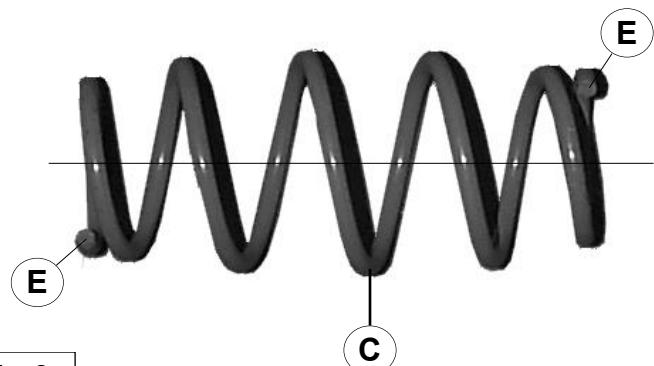

fig.3.
7. Platzieren Sie den Federteller **B** auf dem Tragarm, Lippe **L** mit Mutter **F** befestigen. Siehe Fig.3.